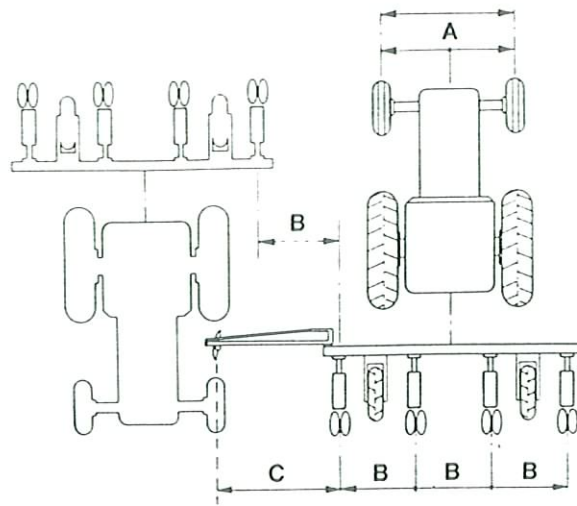

Fig. 5
Per determinare la traccia su cui correre con la ruota anteriore del trattore (Fig. 5), regolare la distanza del disco tracciabile dal centro del seminatore esterno (valore «C» della tabella).
To set the trail the tractor has to run along, (Fig. 5) adjust the distance of the row marker plate starting from the center of the outer planting unit (value «C» in the table).
Pour déterminer la trace dans laquelle oeuvra circuler la roue avant du tracteur (Fig. 5), régler la distance comprise entre le disque traceur et le centre du semoir extérieur (valeur «C» du tableau).
Zum Einstellen der Spur, auf der mit dem Vorderrad des Schleppers beim Säen zu fahren ist (Fig. 5), stellt man den Abstand der Spurreißerscheibe von der Mitte der äußeren Säereihe nach dem «C» der Tabelle (1) ein.